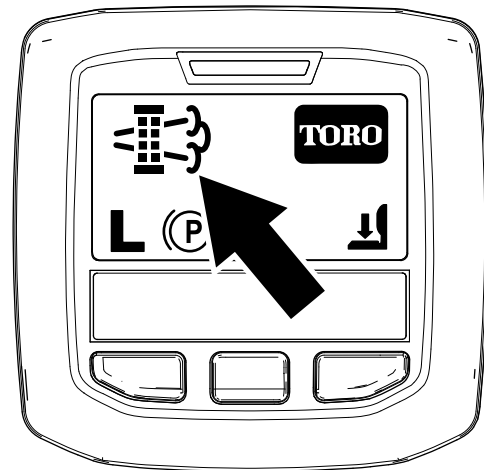

Figure 48
- Quand le calculateur moteur demande une régénération en stationnement ou une régénération d'urgence, l'icône de demande de régénération (Figure 48) s'affiche sur l'InfoCenter.